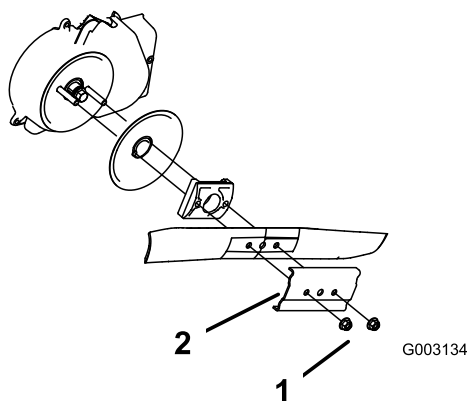

Figura 29
3. Îndepărtați cele 2 piulie ale lamei i elementul de rigidizare (Figura 29).
4. Îndepărtați lama (Figura 29).
5. Instalați noua lamă (Figura 29).